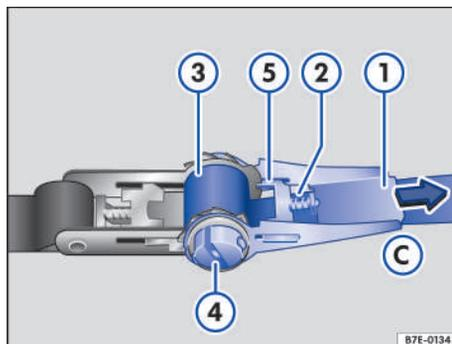

Fig. 127 Apretar la cinta con carraca.
2. Presione el seguro → fig. 127 ② hacia fuera.
3. Mueva la palanca → fig. 127 ① a la posición ③ hasta que el seguro ② encastre en la posición final ⑤. El eje ranurado ④ está desbloqueado.